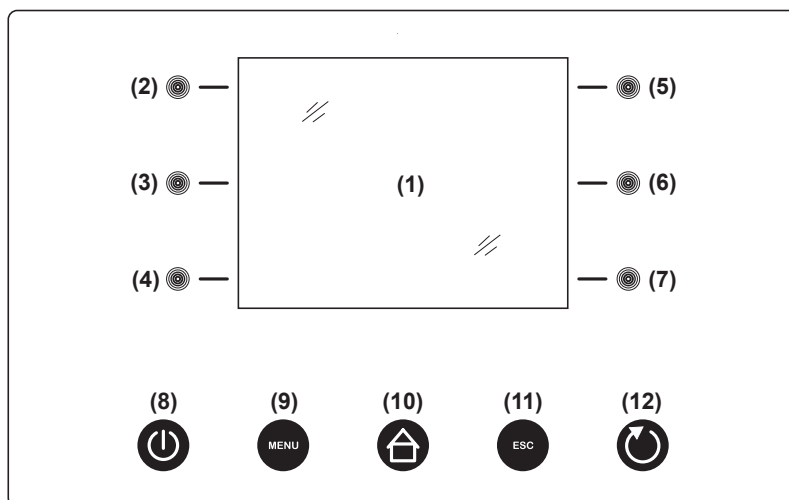
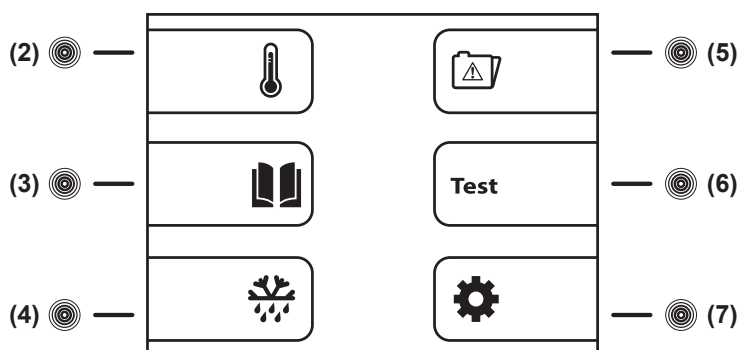

Fig.10
Fig.12
- Panneau de contrôle xPRO (**Fig.10**).
8.1.1 Description des contrôles et boutons panneau xPRO (Fig.10)
8.2.2 Séquence et code ON/OFF (Fig.10)
- appuyer la touche **ON/OFF (8)** pour l'allumer; le menu pour insérer le code de démarrage est affiché
- insérer le **code de démarrage 0050** avec les touches capacitives **(3) (6)** et **(4) (7)**
- les touches **(3) ← (6) →** permettent de sélectionner la position où insérer la valeur et déplacer le curseur à gauche et à droite
- après avoir inséré le code, appuyer la touche **ENTER (12)** pour confirmer et allumer le clavier
8.2.3 Modalités d'arrêt (Fig.10)
- avec la carte électronique allumée, appuyer la touche **ON/OFF (8)** pour l'éteindre
- insérer le code **0050** avec les touches capacitives **(3) (6)** et **(4) (7)**
- après avoir inséré le code, appuyer la touche **ENTER (12)** pour confirmer et éteindre le clavier
8.2.4 Réglage date et heure (Fig.10)
- appuyer la touche **MENU (9)** pour avoir accès au menu principal (**Fig.12**)
Pour avoir accès au Menu Principal (**Fig.12**) appuyer la touche **MENU (9)** (**Fig.10**). (Insérer le code de déblocage clavier **0010** si nécessaire)
8.3.1 Menu réglage point de consigne (touche (2) Fig.12)
8.3.2 Menu Données (touche (3) Fig.12)
A partir du menu principal appuyer la **touche (3)** pour accéder au menu données (Fig.12).
- a partir du menu données appuyer la **touche (7)** pour afficher les SONDES
- appuyer la touche **ESC (11)** pour revenir au menu précédent ou la touche **HOME (10)** pour revenir au menu principal
8.3.3 Dégivrage manuel (touche (4) Fig.12)
- a partir du menu principal appuyer la **touche (4)** pour afficher le DEGIVRAGE MANUEL
- le dégivrage manuel s'active appuyant la **touche (4)Oui**, avec signalisation visuelle (icône **B**) sur l'affichage principal
- **appuyer la touche (7)Non** pour sortir du menu et revenir au menu principal
8.3.4 Mémoire alarmes (touche (5) Fig.12)
8.3.5 Test général et alarmes température (touche (6) Fig.12)